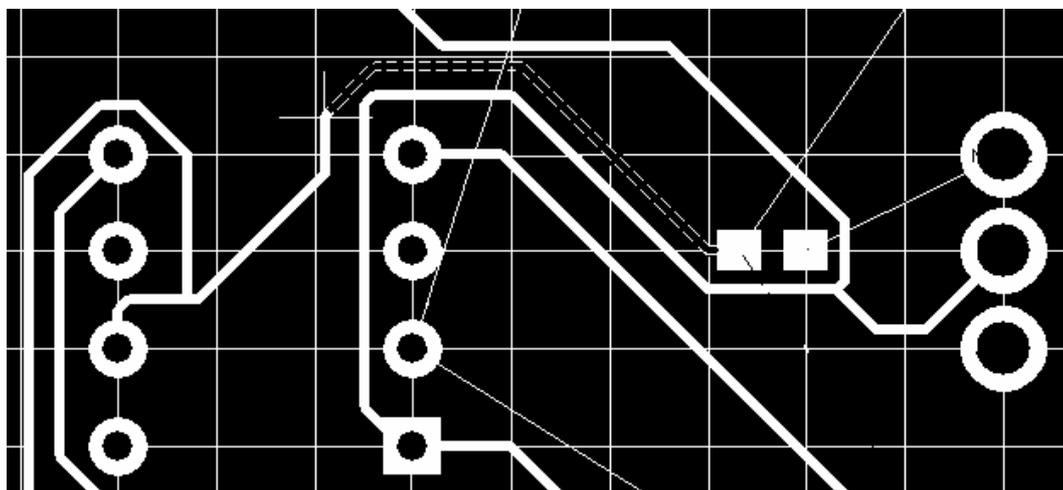

Рис. 7.13
2. Сегменты трассы от начальной точки до текущего положения курсора выполняются со сплошной заливкой. От текущего положения курсора до контакта ближайшего по ходу электрической связи компонента тянется цепочка пунктирных сегментов (рис. 7.13).
3. Способ разрешения конфликтов, как и в стандартной интерактивной трассировке, выбирается комбинацией горячих клавиш Shift+R. В отличие от стандартной, в Smart-трассировке доступен способ разрешения конфликтов путем обхода вокруг препятствий (см. рис. 7.13). При обходе препятствий соблюдаются правила проектирования: обходной участок трассы прокладывается только если ширина прохода достаточна для размещения проводника с соблюдением установленных зазоров.